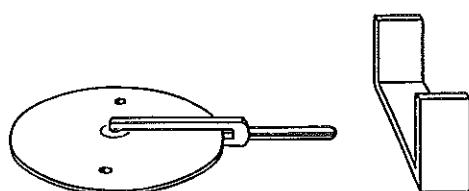

Fig. 1
Drehbare Aluminiumscheibe**Rotatable Aluminium Disc****Disque tournant en aluminium****1. Beschreibung (Bild 1)**
1. Description (Fig. 1)